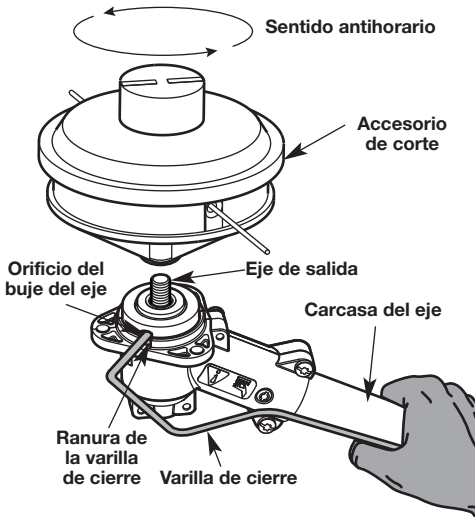

Fig. 15
- Coloque el accesorio del cabezal de corte como se muestra (Fig. 15). Alinee el orificio del buje del eje con la ranura de la varilla de traba. Inserte la varilla de traba en el orificio del buje del eje.
- Sujete la varilla de traba en su lugar sosteniéndola al lado del brazo de la carcasa del eje (Fig. 15).